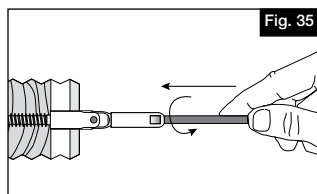
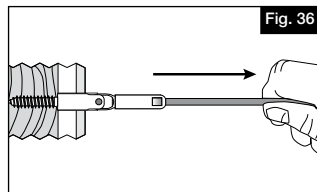

Fig. 35
Fig. 36
- b. Inserte los cables cortados en los accesorios aproximadamente 1 1/16" hasta que sienta que se apoyan contra un tope duro (Fig. 35), luego tire contra el accesorio para asegurar las cuñas en el accesorio (Fig. 36).